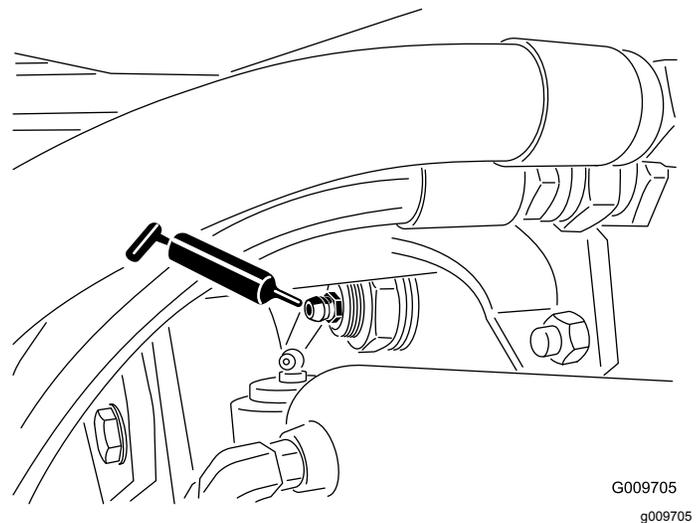

Figure 47
- Bagues de pivot de pont arrière (2) (**Figure 47**).